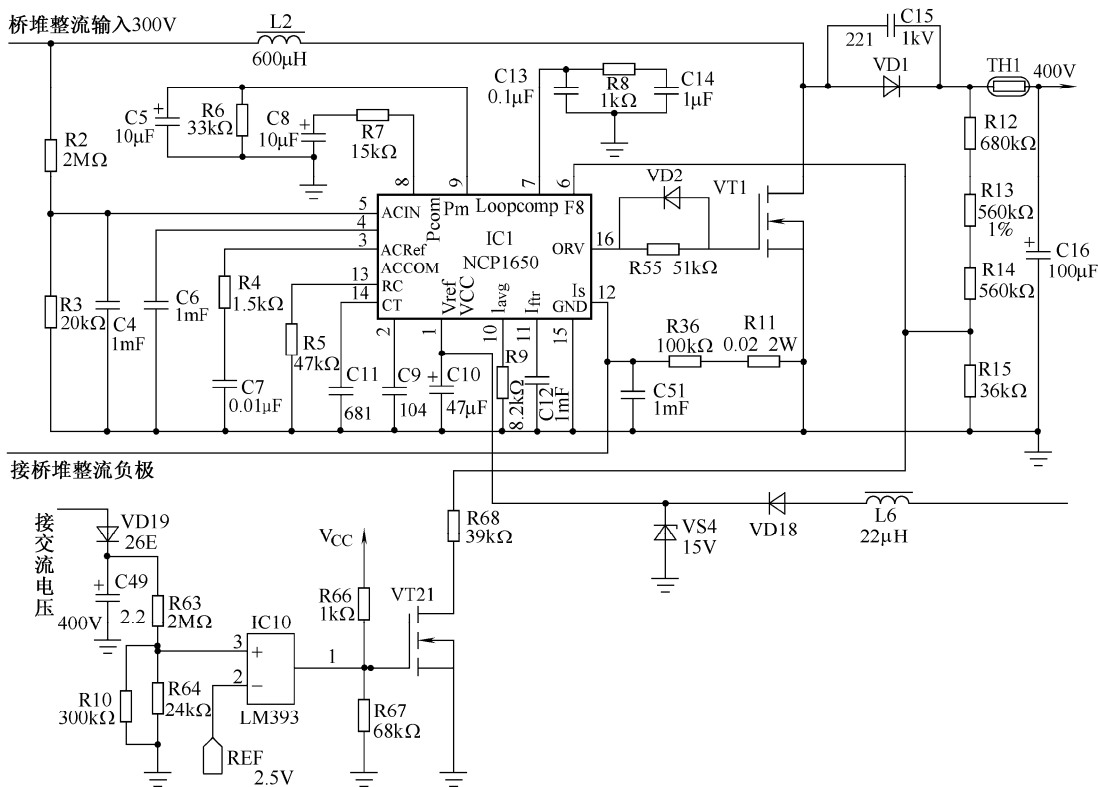

图 5-43 功率因数校正电路
功率因数校正电路如图 5-43 所示，它主要由 NCP1650 芯片及 L2、VT1、VD1 组成。这是一个高频有源 PFC 电路，NCP1650 根据⑤脚输入的交流采样电压和⑥脚输入的反馈电压，产生 PWM 驱动信号，控制开关管 VT1 导通与截止。当开关管 VT1 导通时，二极管 VD1 截止，开关管 VT1 截止时，二极管 VD1 导通。二极管导通时，电流向 C16、C17 充电，在交流电压半个周期内，电感 L2 的高频振荡电流频率是不断变化的，但峰值电流的包络曲线时刻跟踪交流电压的变化，L2 的平均电流在开关周期很少时接近于正弦波，功率因数一般能提高到 0.99。